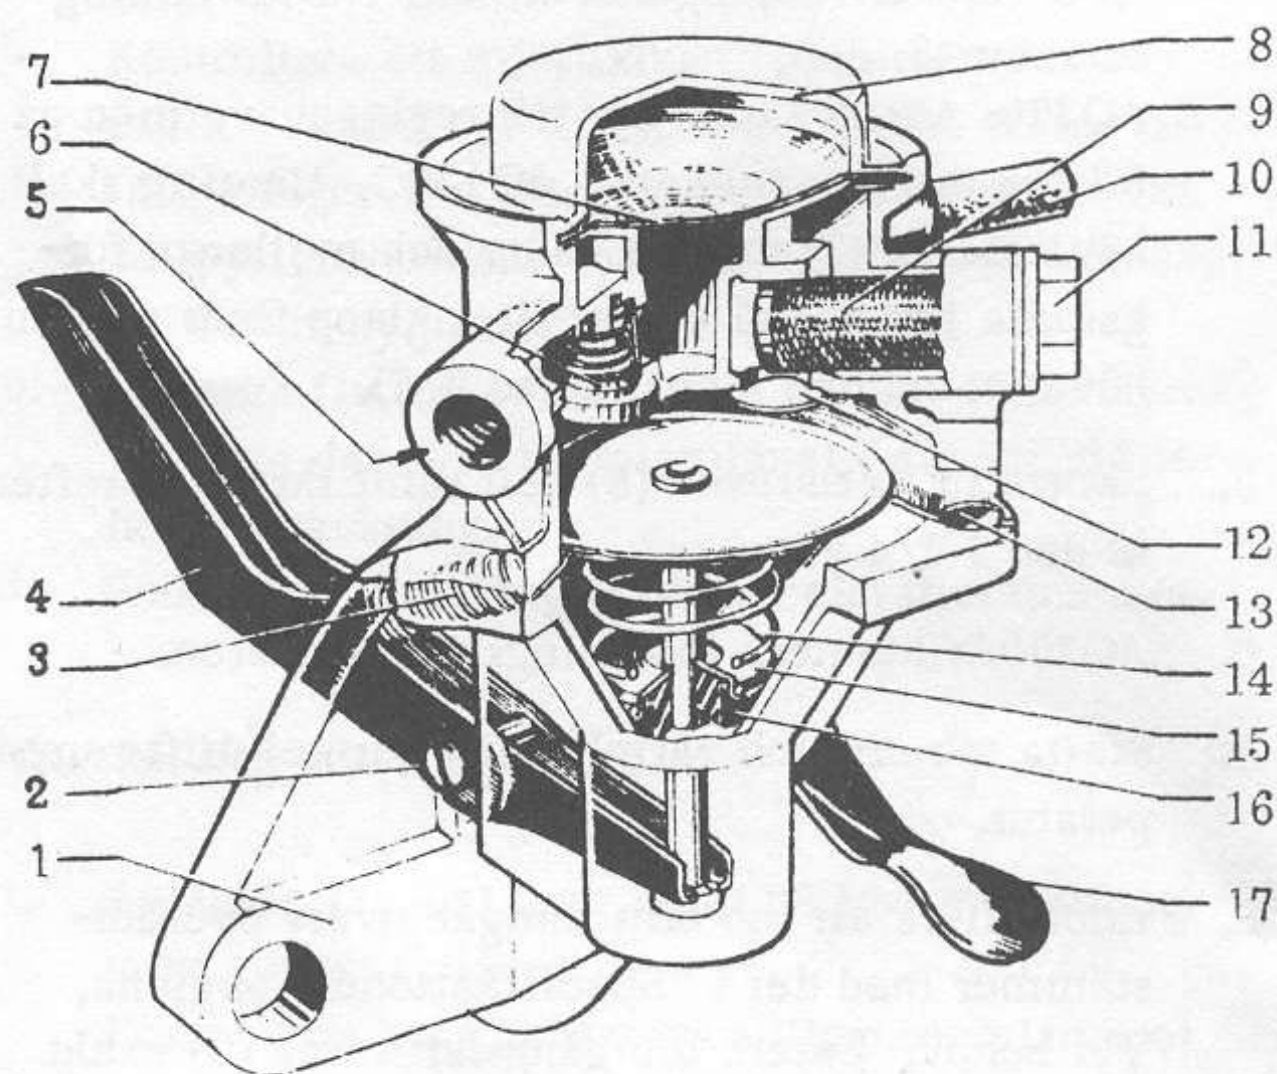

Bild F11 Bränslepump
2. Skruva bort hävarmsaxeln (2 Bild F11). Drag ut hävarmen (4) och fjädern (3).
3. Tag bort membranet (13) med fjäder (14) styrning (15) och gummitätning (16). Fjädern kan demonteras sedan gummitätningen krängts över nylonbricken.
4. Lossa skruven på undersidan av överdelen, tag bort stopparmen och bladfjäders (12). Utloppsventilen kan ej demonteras.